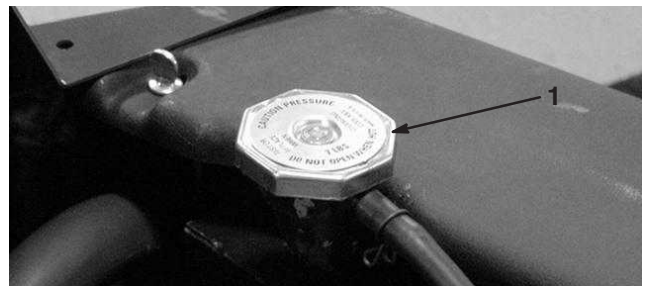

Bild 25
2. Nehmen Sie den Kühlerdeckel vorsichtig ab (Bild 25).